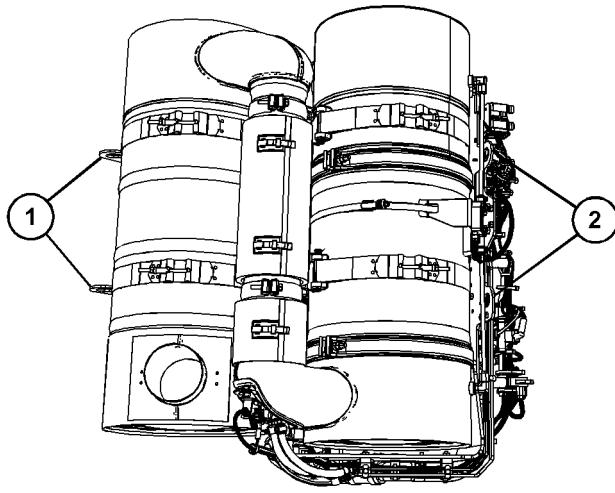

图 34
确保提升 CEM 时使用 4 个吊耳。仅使用吊耳 (1) 和吊耳 (2) 提升 CEM 时，参考图 34。